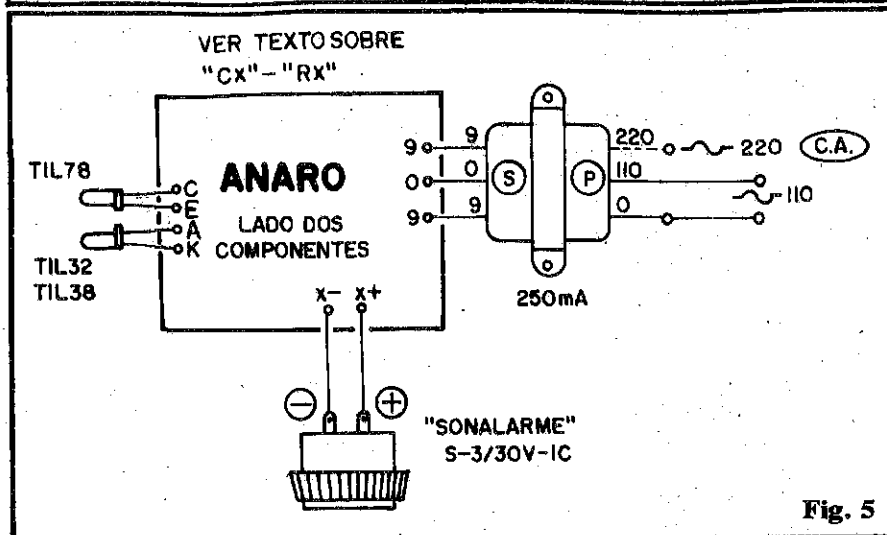

Fig. 5
**- FIG. 5 - SEGUNDA OPÇÃO PARA O TRANSDUTOR** - Pode acontecer do caro Leitor/Hobbysta encontrar alguma dificuldade na obtenção do projetor de som específico, à prova d'água, com a impedância de 4 ohms, indicado no decorrer do presente artigo... Não é caso para "desespero"! Dois bons tweeters (magnéticos, não piezo...), com impedância de 8 ohms, devidamente paralelos (atenção ao "casamento" de fase, notando a indicação das "polaridades" dos terminais, mostradas na figura...), determinarão a impedância final de 4 ohms, requerida, além de permitir uma ex-
- FIG. 5 - CONEXÕES EXTERNAS À PLACA - São poucas, mas muito importantes, as ligações e componentes que ficam fora da superfície principal do Circuito Impresso. Na figura, a placa ainda é vista pelo lado não cobreado (dos componentes...), igualzinho ocorreria na figura anterior. Atenção às ligações do secundário do transformador de força (notar que o primário foi deixado "em aberto", de modo que o usuário possa adequar as conexões à rede de 110 ou de 220V...). As conexões ao buzzer devem obedecer à polaridade dos terminais, que são nitidamente
- Na sua disposição final, o foto-emissor e o foto-receptor devem ficar lado a lado, guardando o espaçamento natural que as posições das ilhas - na placa - lhes outorgam (ver fig. 5), bem alinhados e "paralelados", com suas "cabeças" guardando idêntico afastamento com relação à placa... **Exatamente** à frente de cada um dos componentes (já imaginando o conjunto dentro da caixa final...) deve existir um pequeno furo, com diâmetro um pouco maior do que o mostrado pelo próprio componente. Tanto o TIL32 (TIL38) quanto o TIL78 (este já dotado do tubo/filtro) devem ficar bem "encostados" aos respectivos furinhos, de modo que a superfície interna da caixa, em torno dos furos, não possa agir como blindagem ou como "espelho" para o feixe de infravermelho (o que reduziria o rendimento ótico do conjunto, ou mesmo interferiria muito com seu funcionamento).